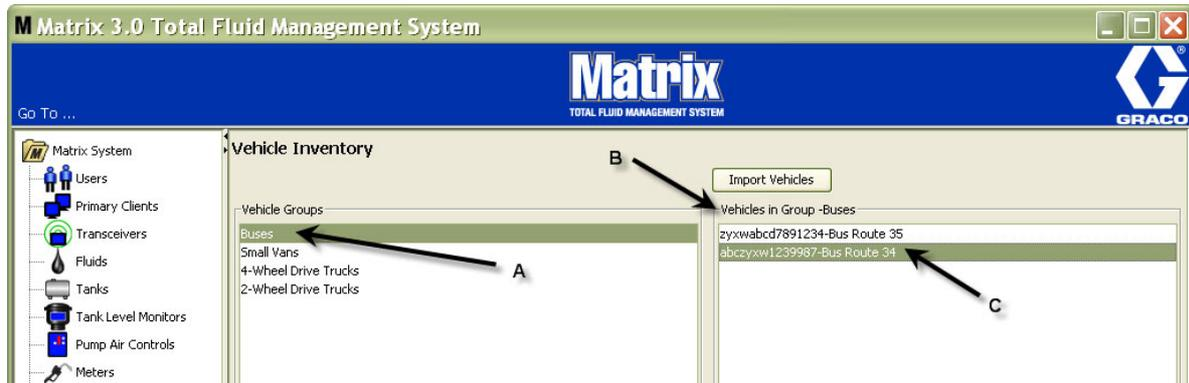
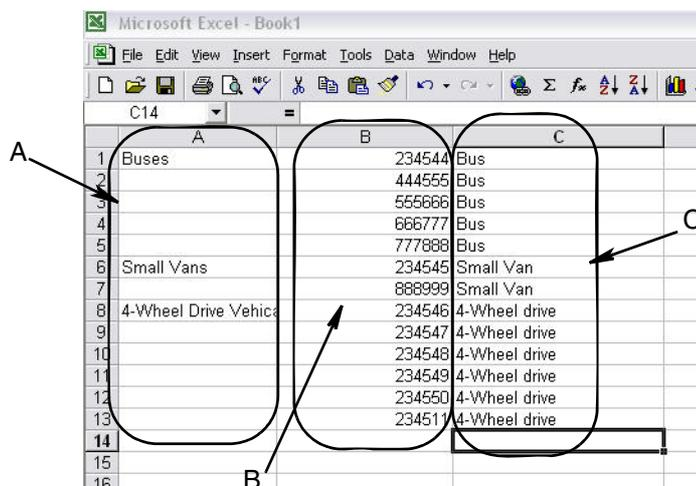

ABB. 156
ABB. 159
- Die Fahrzeuge werden nur dann im Fahrzeugbestand-Hauptfenster angezeigt, wenn die Gruppe, der sie zugeordnet sind, hervorgehoben wurde. In dem Beispiel aus ABB. 156 ist die Fahrzeuggruppe „Busse“ hervorgehoben. Beachten Sie, dass der Gruppenname „Busse“ am Ende der Fahrzeuge im Gruppenspalitentitel (B) hinzugefügt wurde und die in dieser Spalte angezeigte Liste nur die Busse des
Die Abschnitte A, B und C in ABB. 159 entsprechen den Abschnitten A, B und C in ABB. 156.